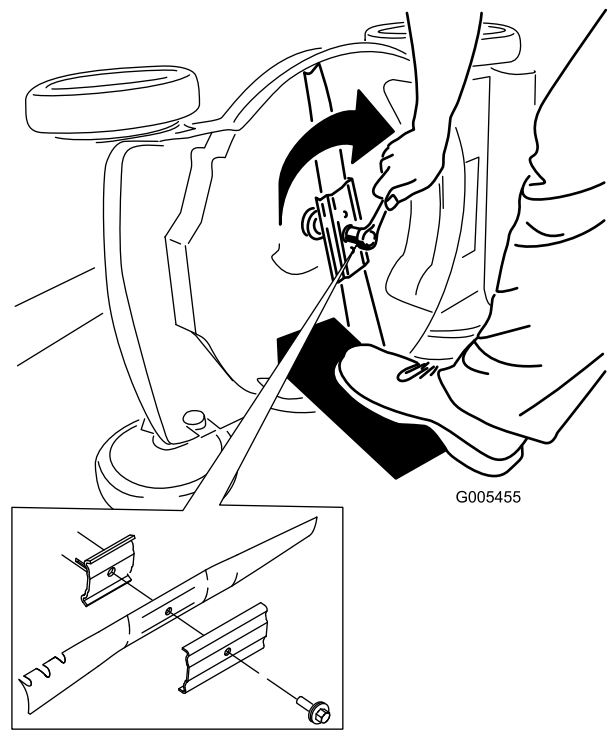

Figura 34
5. Instale la cuchilla nueva y todos los herrajes de montaje (Figura 34).